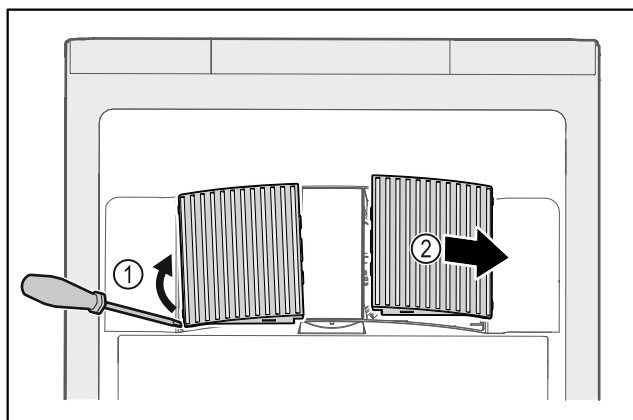

Fig. 104
- ▶ Ventilatorabdeckungen vorsichtig von der Seite heraushebeln Fig. 104 (1) und nach vorne abnehmen Fig. 104 (2).